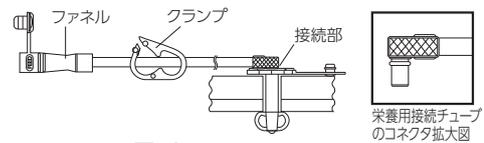

図10
2. 患者に留置されているボタンのキャップを外し、ボタンの接続部に栄養用接続チューブのコネクタを接続する。栄養用接続チューブのファネルにカテーテルチップタイプのシリンジを接続し、ゆっくりとぬるま湯を注入し、抵抗なく注入できることおよび接続部からの漏れが無いことを確認した後、栄養用接続チューブを一旦取り外し、ボタンのキャップを閉じる。(図10)